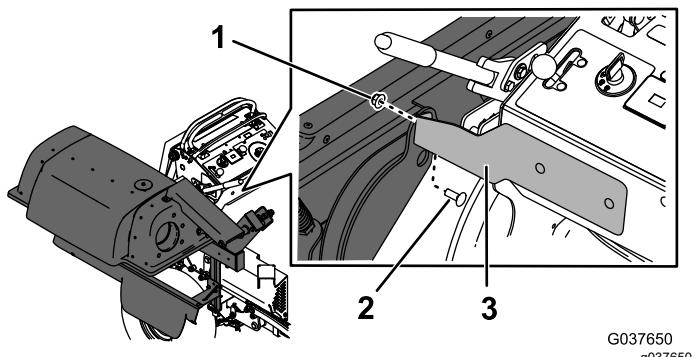

Figura 16
- Fissate il telaio del sistema di raccolta alla staffa del supporto anteriore utilizzando un bullone a testa tonda ($\frac{3}{8}$ " x 1") e un dado ($\frac{3}{8}$ ") come illustrato nella Figura 16.